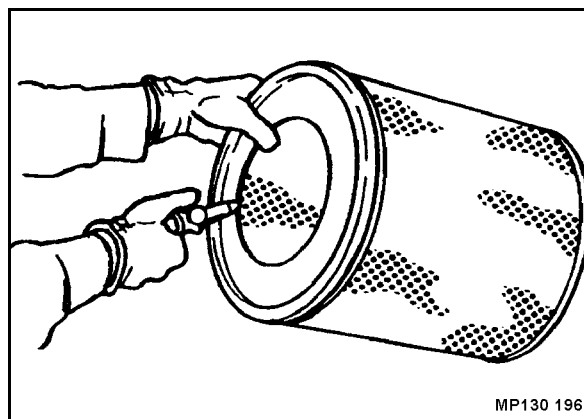

Fig. 176
- Limpiar el cartucho soplando con aire comprimido (max. 5 bar) desde el interior hacia el exterior (Fig. 176) hasta no se produce más polvo.